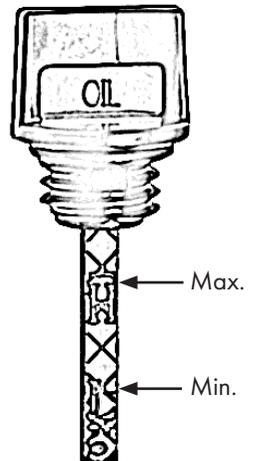

Bild 5
- Läs av oljenivån, se även bild 5.